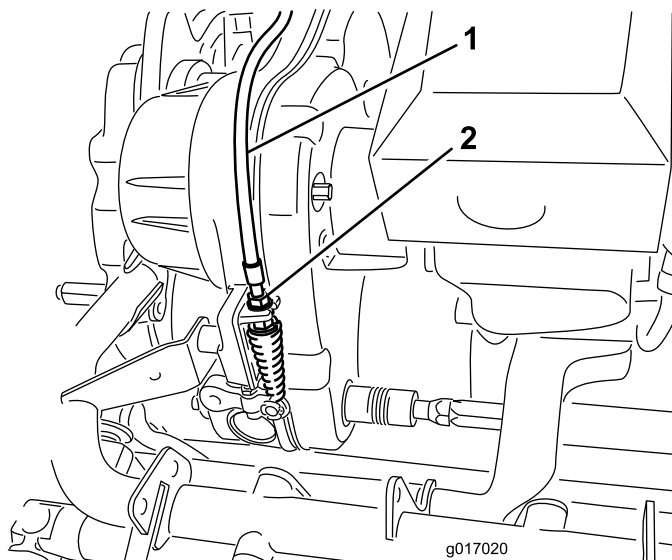

Figura 47
- En el soporte de la transmisión, ajuste el cable de control del molinete (Figura 47), para obtener una longitud de 70,6 a 72,4 mm (2,78 a 2,85 pulgadas).